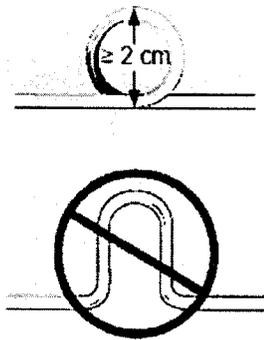

Figura 5. Enrollamiento de la parte sobrante del electrodo.
- Enrolle la parte sobrante del cuerpo del electrodo formando un bucle circular mayor de 2 cm (0,8 pulg) de diámetro. No cree una curva o bucle en forma de U (Figura 5). Un bucle circular reduce la posibilidad de interferencias electromagnéticas y sus efectos e impide que el cuerpo del electrodo se retuerza o sufra daños.